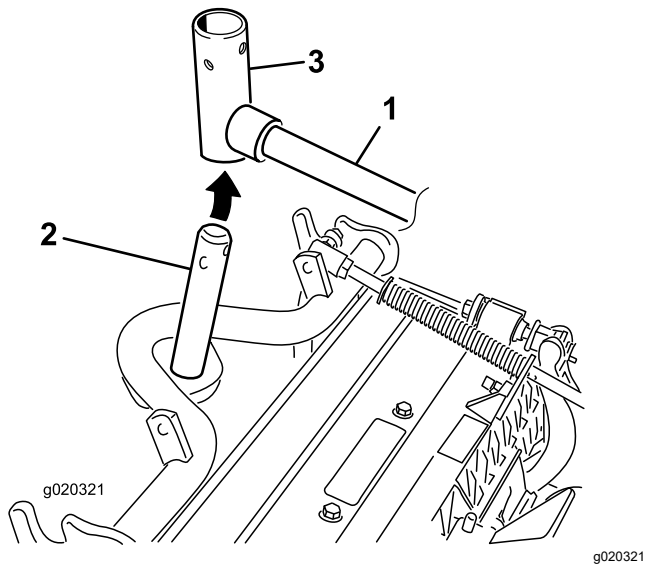

图 10
10. 对于前滚刀组在将承载架轴向上插入提升臂轴轭的同时把滚刀组滑到提升臂下方 (图 10)。
- B. 将提升臂轭插入承载架轴的上方 (图 10)。